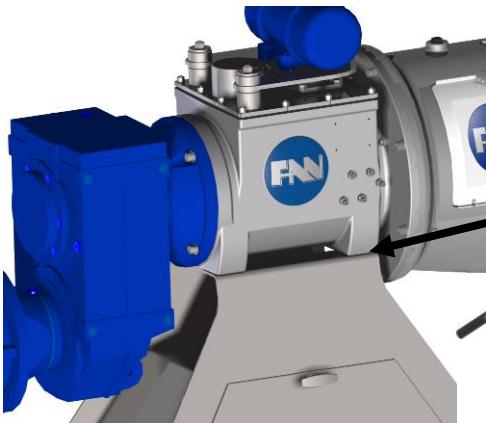

Fig. 13-16: Tornillos rascadores
6. Desatornillar las contratuercas de los tornillos rascadores y girar éstos tornillos apróx. una vuelta contra el sentido de las agujas del reloj (véase fig. 13-16).